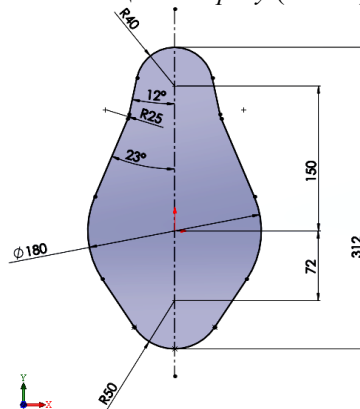

Рис.12. Ескіз базового елементу
1. Будуємо ескіз на площині *Спереди* (Рис.12).